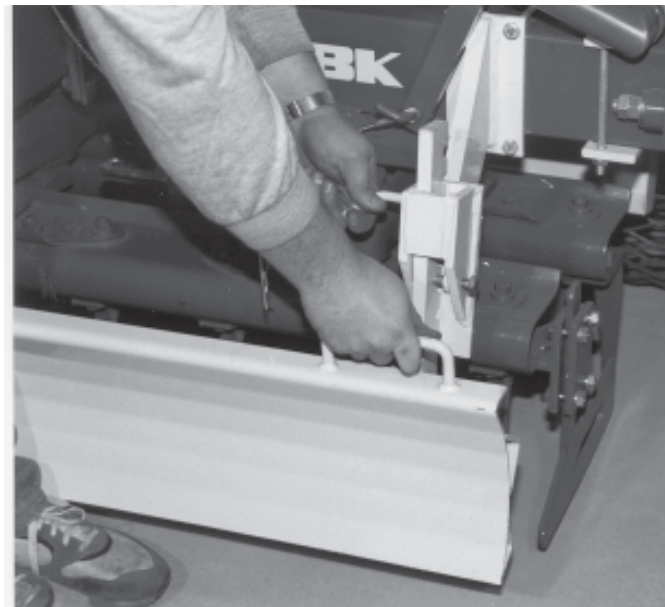

fig. 30
- remettre l'axe de maintien et la goupille (fig. 30),